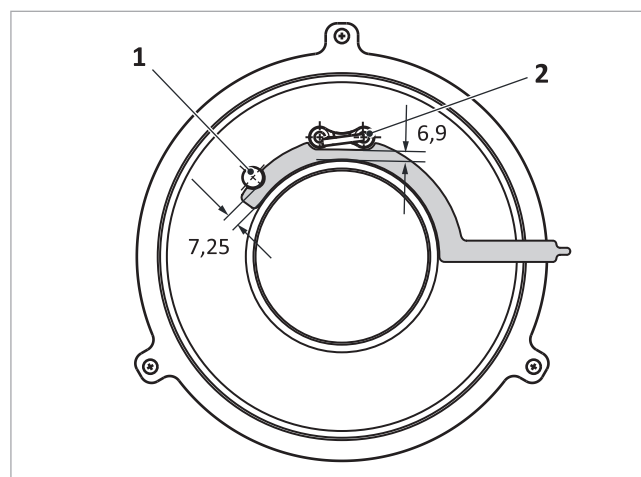

Fig. 135: Distancias entre los electrodos de ionización y de encendido y el quemador piloto
- Electrodo de ionización → fig. 135 (1): 7,25 mm
- Electrodo de encendido → fig. 135 (2): 6,9 mm